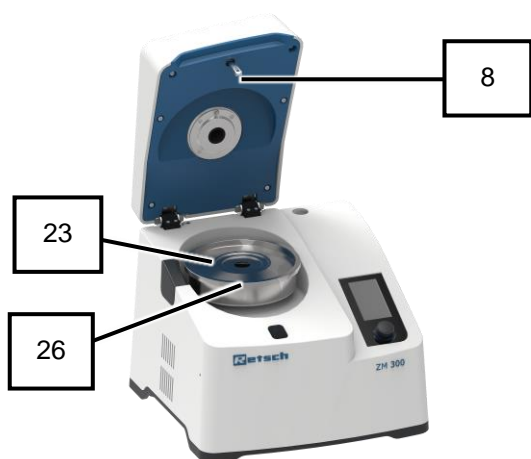

Fig. 22: Vano interno con cassetta aperta
12. Chiudere la cassetta (24) con il relativo coperchio (23) (Fig. 22).
13. Chiudere il coperchio dell'apparecchio (2) e mantenerlo in posizione chiusa per circa 2 secondi.